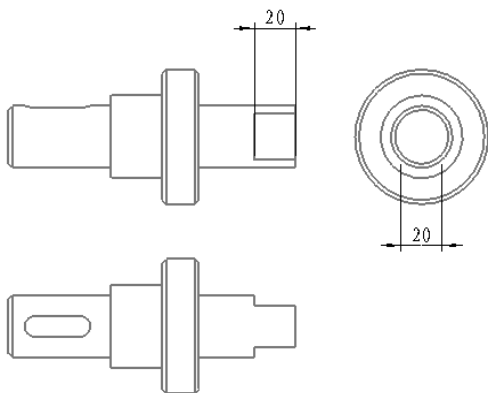

图 5.2.69 显示尺寸(一)
Step4. 在模型树中展开 SHAFT.PRT, 选取特征 拉伸 1 右击, 系统弹出图 5.2.68 所示的快捷菜单, 在快捷菜单中选择 显示模型注释 命令, 则在主视图和左视图中显示特征 拉伸 1 的尺寸, 如图 5.2.69 所示。